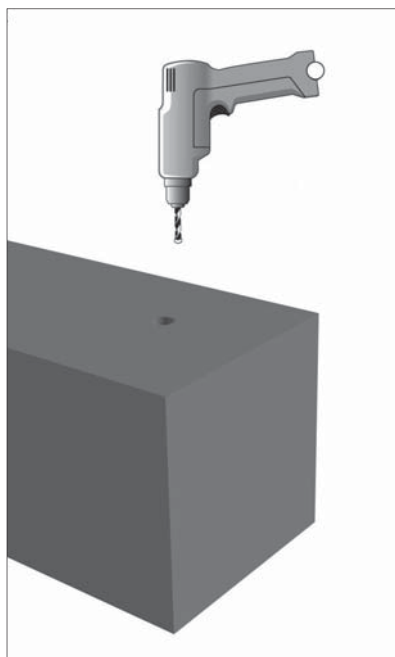

Bild 4.6-1
- Löcher für den Metallspreizdübel vorbohren. Dabei den Randabstand in der Beton-Unterkonstruktion beachten. (Bild 4.6-1)